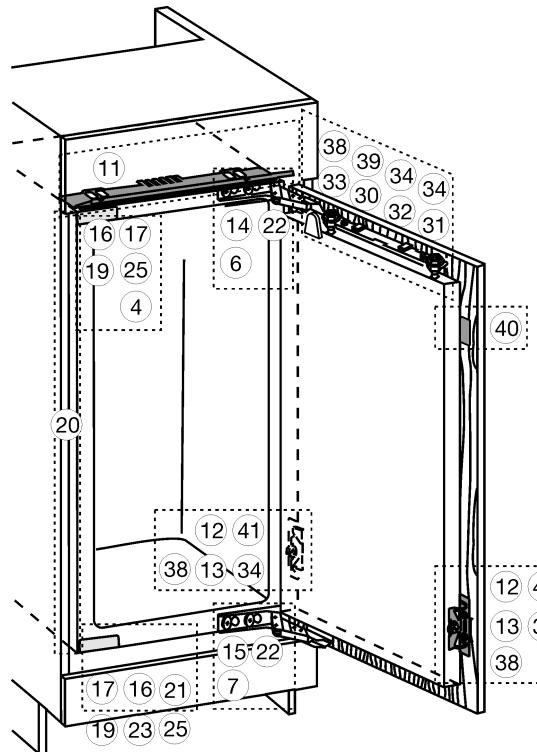
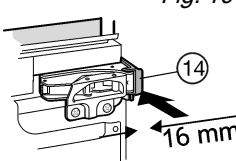
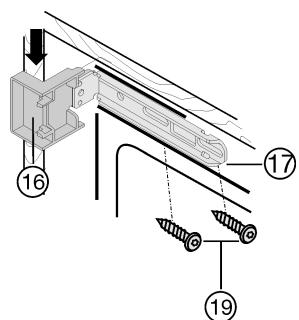
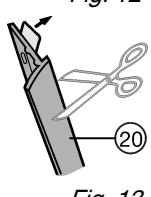

Fig. 7
Fig. 11
Fig. 12
Fig. 13
- Abdeckungen Fig. 7 (4, 6, 7) abnehmen.
- Distanzteil Fig. 11 (14) und Distanzteil Fig. 7 (15) auf die Scharniere aufklipsen.
- Abdeckungen Fig. 12 (16) oben und unten auf die Befestigungswinkel Fig. 12 (17) aufstecken.
Die Befestigungswinkel Fig. 12 (17) oben mit Schrauben Fig. 12 (19) und unten mit Schrauben Fig. 7 (19) befestigen, so dass sich der Winkel noch etwas nach links und rechts bewegen lässt.
- Schutzfolie von der Abdeckleiste Fig. 13 (20) abziehen.
Abdeckleiste Fig. 13 (20) griffseitig und frontündig an der Nase der Abdeckung Fig. 12 (16) ansetzen und an die Geräteseitenwand ankleben.
- Abdeckleiste Fig. 13 (20) bei Bedarf unten kürzen: Die Abdeckleiste Fig. 13 (20) muss 3 mm über der Oberkante des unteren Befestigungswinkels Fig. 7 (17) enden.
- Das Gerät einschieben, bis die Abdeckungen Fig. 12 (16) an der Möbelseitenwand anschlagen Fig. 12.
- Aufbaumaß (Tiefe der Türanschlagsteile) berücksichtigen: Scharniere und Abdeckungen Fig. 12 (16) um das Aufbaumaß vorstehen lassen.
- Gerät über die Stellfüße mit beiliegendem Gabelschlüssel Fig. 7 (21) gerade stehend ausrichten.